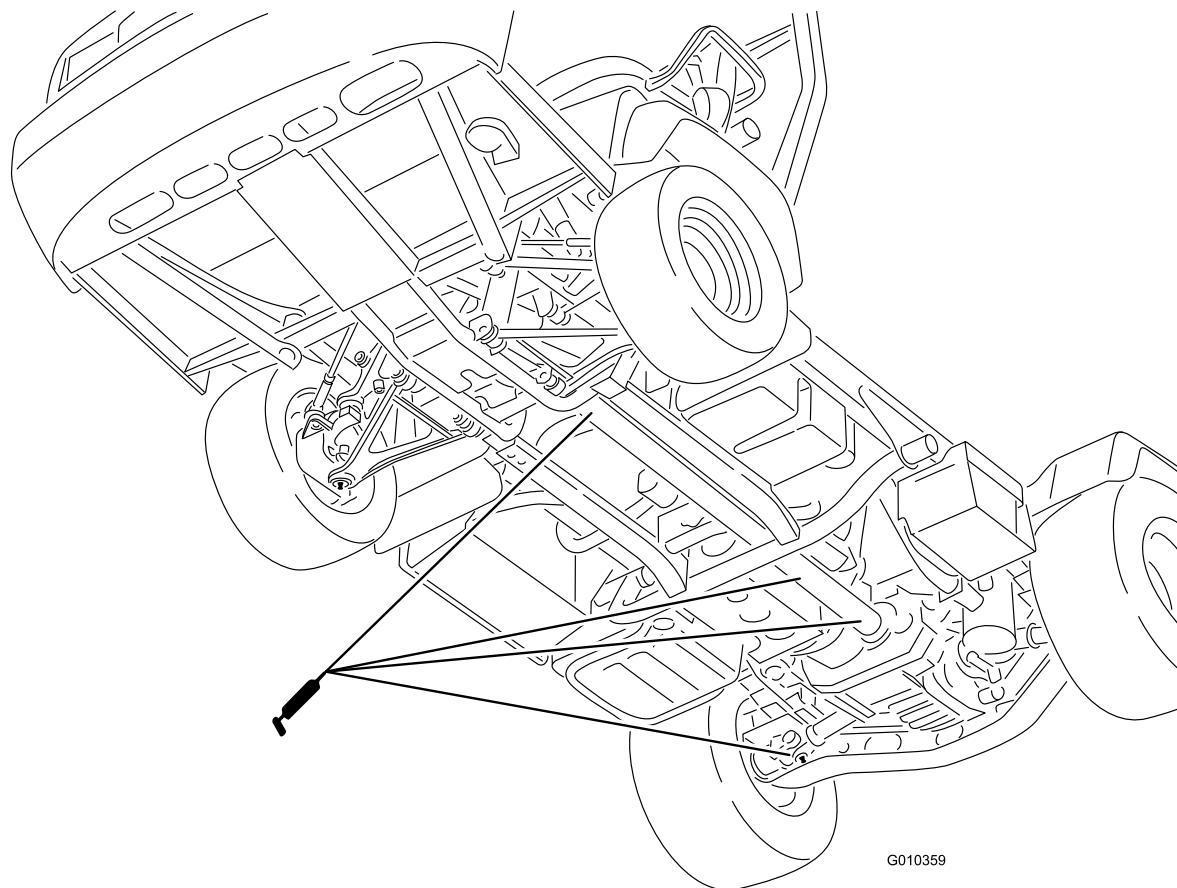

Рисунок 31
- Карданный шарнир (18 шт.); см. Рисунок 31
- Вал полного привода (3 шт.); см. Рисунок 31